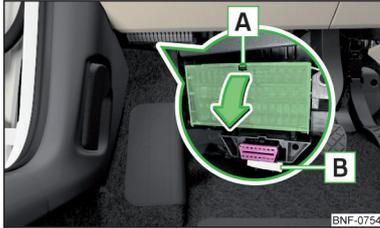

Abb. 135
Die Sicherungen befinden sich unter dem Lenkrad auf der Unterseite der Schalttafel » Abb. 135.
- Die Sicherungslasche **A** drücken » Abb. 135.